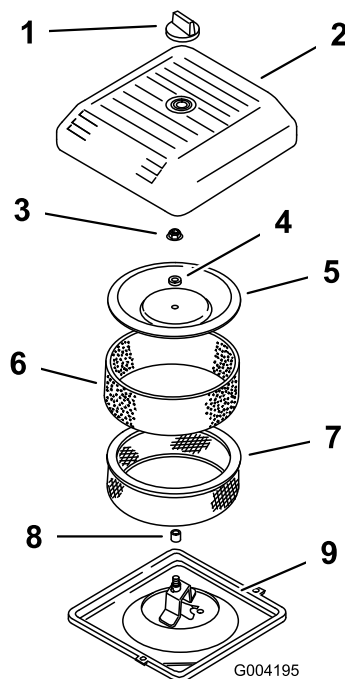

図 147
1. ペーパーエレメントにスポンジエレメントを注意深く取り付ける(図 147)。